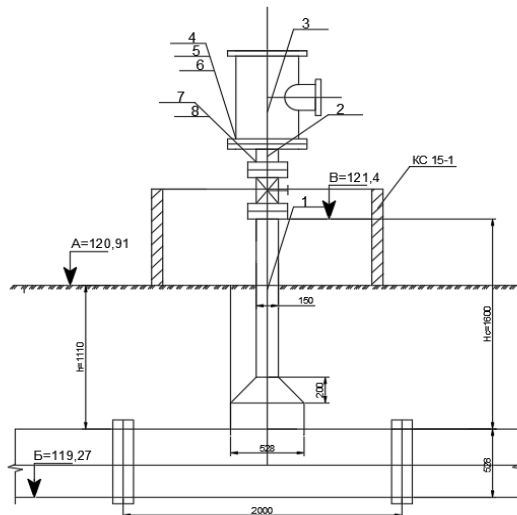

Рис. 24. Планова прив'язка клапана «КВВВ»
6. Викреслюємо вузол в масштабі 1:20 (рис. 24).